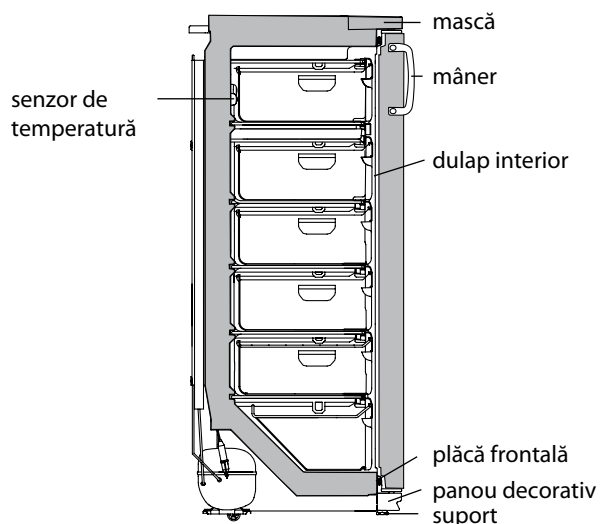

Figura 5 – Schema congelatorului
– să îndepărtați apa rezultată în urma topirii, instalând în conformitate cu figura 5 elementul de masă plastică pentru drenare / pentru curățare a gheții și orice vas recipient cu volumul nu mai puțin de 2 l;
SE INTERZICE să decongețați congelatorul fără utilizarea elementului pentru drenare instalat în conformitate cu figura 5. Apa rezultată în urma topirii care se scurge din cameră afară de elementul pentru drenare,